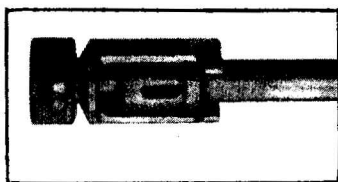

Fig. 24
- inserire il rafforzatore di rinculo di lato sul lanciagranate; inserire il pistone nella bocca dello spegnifiama, avvitare il pistone a fondo in senso orario (fig. 24).
- *insert piston in muzzle opening of flash suppressor, screw piston tightly, turning it clockwise. (figure 24).*